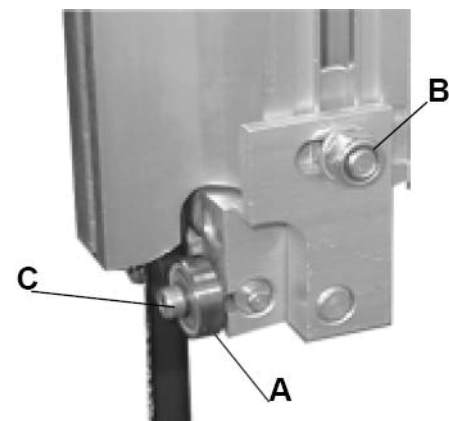
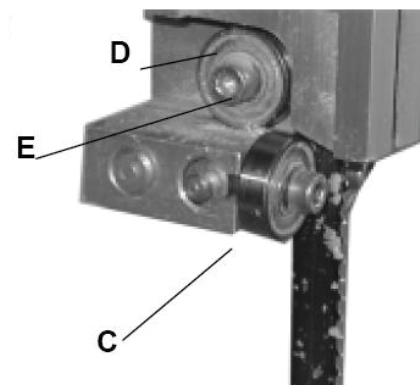

Рис. 20
Рис. 21
- Встановіть роликові напрямні (A) (Рис. 20) відносно полотна, відкрутивши шестигранну гайку (B) (Рис. 20) та рухаючи підпору напрямної до тих пір, доки роликові напрямні (B) не будуть знаходитися на відстані 2 мм від основи зуба.
- Послабивши гвинт (C) з обох боків полотна, встановіть роликові напрямні (A) на відстані 5 мм від полотна. Не встановлюйте напрямні занадто близько, це може знизити експлуатаційні роботи полотна.
- Відрегулюйте підпорний підшипник (D) (Рис. 21), аби спинка полотна не заважала відкручувати кріпильний болт (E) (Рис. 21).
- Після регулювання зафіксуйте положення кріпильним болтом (E).